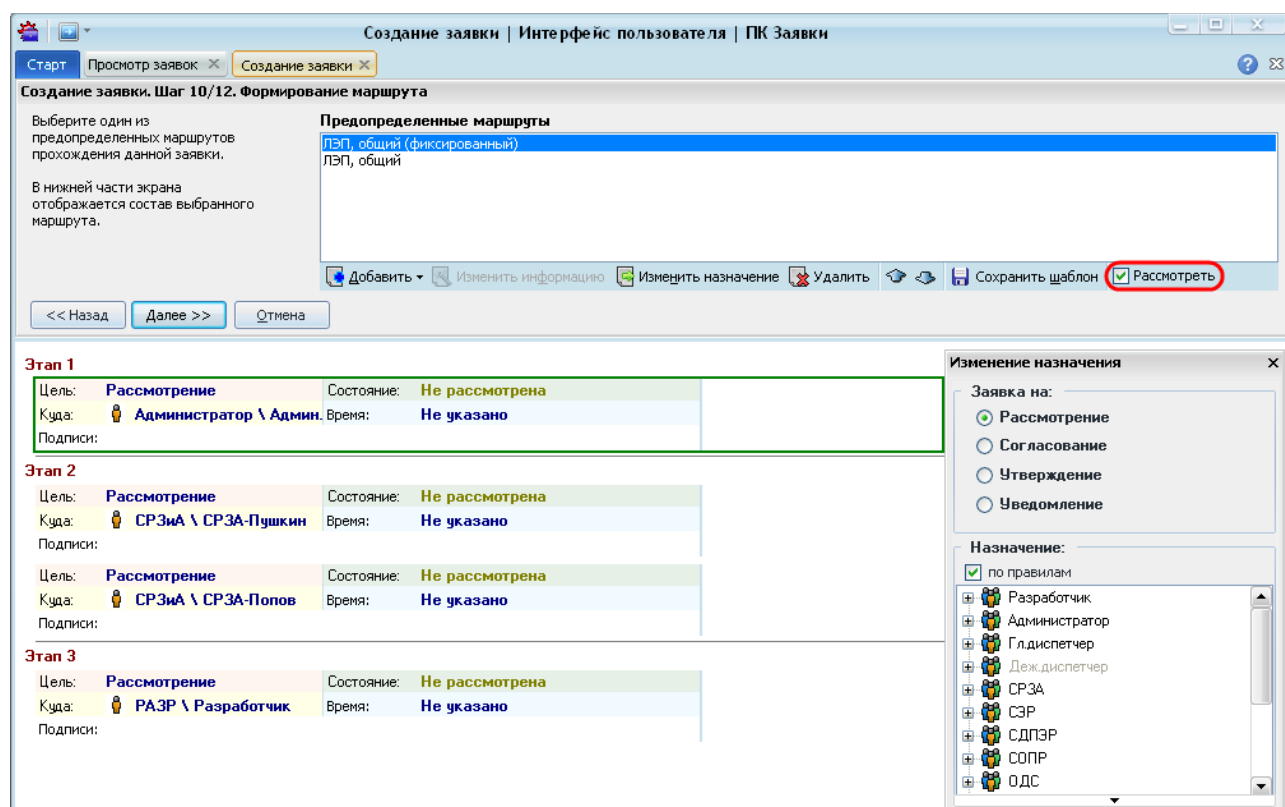

Рисунок 10.34 – Автоматическое проставление подписей
- флаг «*Рассмотреть*» для автоматического проставления подписи за все службы в заявке пользователем, обладающим правом «Создание рассмотренной заявки» (Рисунок 10.34).